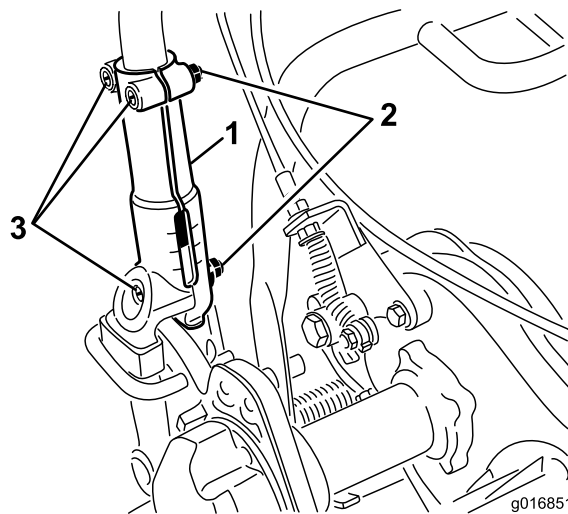

Figure 23
1. Desserrez les 3 boulons de carrosserie et écrous qui fixent chaque côté du guidon dans les manchons de serrage (Figure 23).